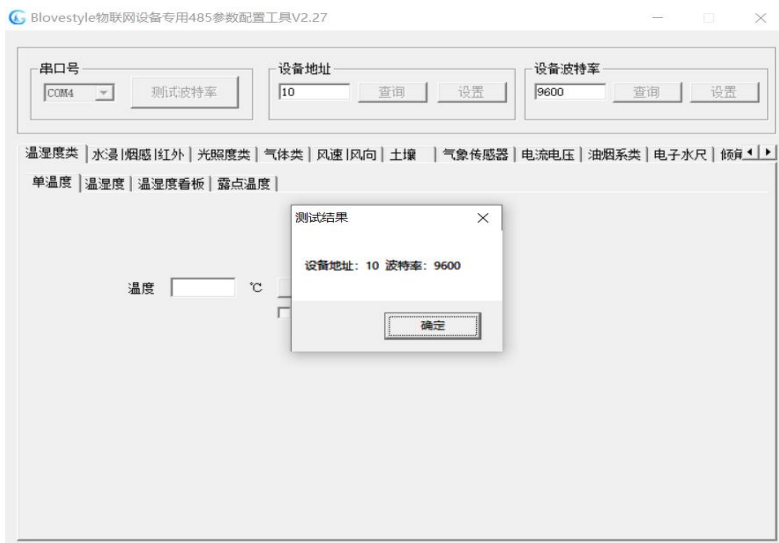

图 5-2
①、选择正确的 COM 口（“我的电脑—属性—设备管理器—端口”里面查看 COM 端口），下图列举出几种不同的 485 转换器的驱动名称。
②、单独只接一台设备并上电，点击软件的测试波特率，软件会测试出当前设备的波特率以及地址，默认波特率为 4800bit/s，默认地址为 0x01。（图 5-2）
③、根据需要使用修改地址以及波特率，同时可查询设备的前功能状态。
④、如果测试不成功，请重新检查设备接线及485驱动安装情况。